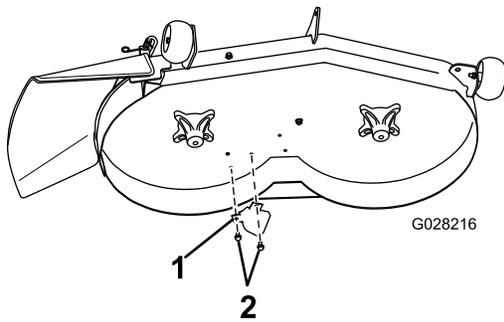

Figura 3
11. Instale el golpeador en la cara inferior de la carcasa de corte usando 2 tornillos autorroscantes (5/16 x 3/4 pulgada) en la posición indicada en Figura 3.